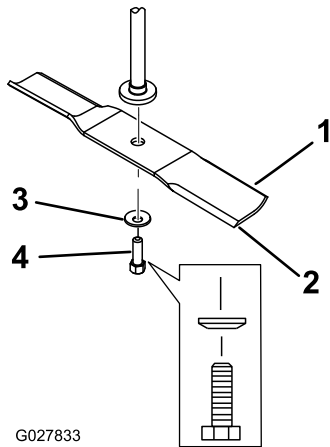

Figura 48
2. Retire del eje el perno de la cuchilla, la arandela curva y la cuchilla (Figura 48).
1. Instale la cuchilla en el eje (Figura 48).
2. Instale la arandela curva (con la copa hacia la cuchilla) y el perno de la cuchilla (Figura 48).